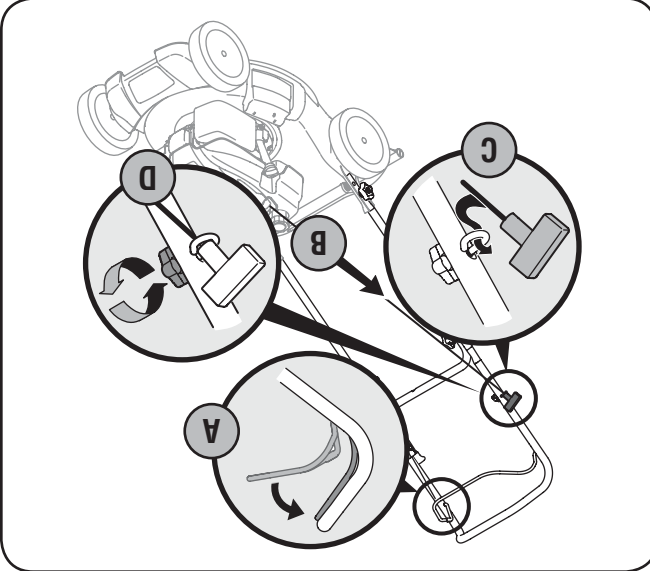

Figure 3-3
3. Le guide de la corde du démarreur est installé sur la droite du guidon supérieur. Desserrez l'écrin à oreilles qui maintient le guide de la corde en place. Voir la Fig. 3-3.